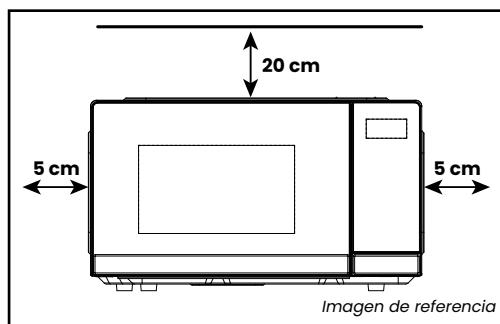

Figura 4
- Para un correcto funcionamiento, se debe tener suficiente flujo de aire. Deje 20 cm libres de espacio por encima del horno, 10 cm en la parte posterior y 5 cm a ambos lados. No cubra ni bloquee las aberturas de ventilación del horno. No retire las patas sobre las que se apoya el horno. **(Ver figura 4).**